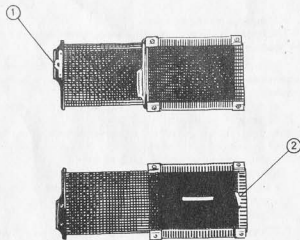

Рис. 5.
Конструкция фотокассет(рис.5)позволяет производить зарядку их одновременно с двух сторон.
5.8. Зарядить фотокассету (рис. 5), для этого необходимо: